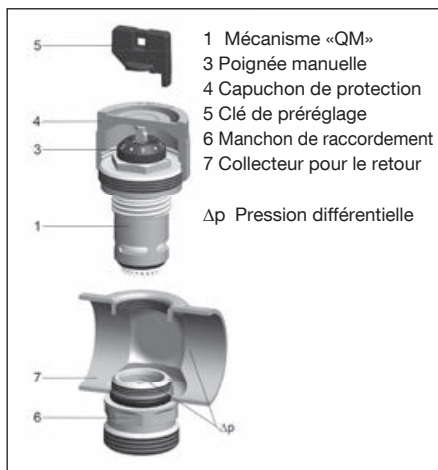

Fig. 5.1 Conception du mécanisme «QM»
Le débit nécessaire est réglé en tournant la poignée manuelle (fig. 5.1, pos. 3) à l'aide de la clé de pré réglage jointe (fig. 5.1, pos. 5)
Les mécanismes du distributeur/collecteur «Multidis SFQ» en acier inoxydable sont livrés avec un capuchon de protection plastique (fig. 5.1, pos. 4) protégeant la tige du robinet et servant au réglage manuel de la levée du robinet pendant les travaux de construction.
Le remplissage des circuits de chauffage/rafraîchissement s'effectue, robinets à tournant sphérique fermés et mécanismes complètement ouverts à préréglage maximal, via le robinet de vidange et de remplissage au bout du collecteur pour le retour. Pour ce faire, tourner la poignée manuelle (fig. 5.1, pos. 3) sur la position 5 à l'aide de la clé de préréglage (fig. 5.1, pos. 5). Le raccordement G ¾ du robinet de vidange et de remplissage convient aux raccords porte-caoutchouc standards DN 15.
Le réglage se fait à l'aide de la clé de pré-réglage (fig. 5.1, pos. 5) qu'on place sur la poignée manuelle (fig. 5.1, pos. 3). Ceci évite tout risque de dérèglement de la valeur réglée par des personnes non autorisées. Le réglage progressif du mécanisme peut être modifié en service.
En cas de dysfonctionnements, fermer les conduites aller et retour à l'aide des robinets à tournant sphérique (fig. 4.3) ainsi que les circuits non affectés. Mettre le circuit concerné hors pression à l'aide du robinet de vidange et de remplissage au collecteur pour le retour, dévisser le mécanisme (fig. 5.1, pos. 1) du collecteur pour le retour et le remplacer.